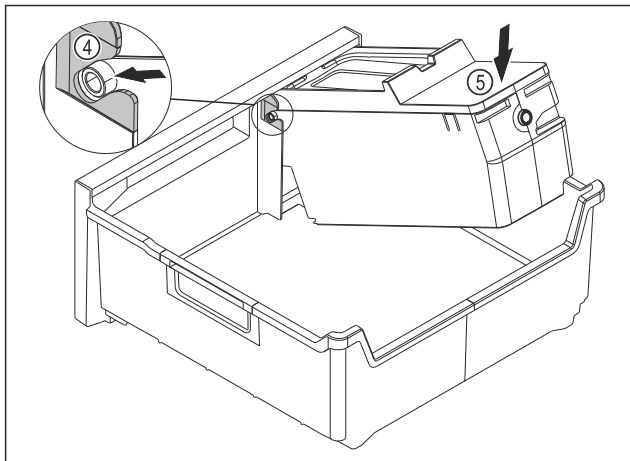

Fig. 216
- ▶ Montáž korpusu EasyTwist-Ice: Osy korpusu EasyTwist-Ice zasuněte do vedení Fig. 216 (4).
- ▶ Stlačte korpus EasyTwist-Ice Fig. 216 (5) vzadu dolů.